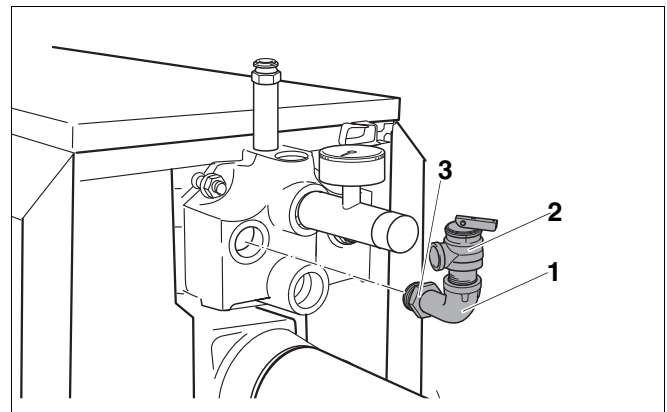

Fig. 47 Installation de l'assemblage B
- Fermer le raccord pour la soupape de sécurité (→ fig. 47, page 36) et tous les autres raccords restés ouverts à l'aide d'un capuchon.
- Installer la soupape de sécurité (→ fig. 47, page 36).